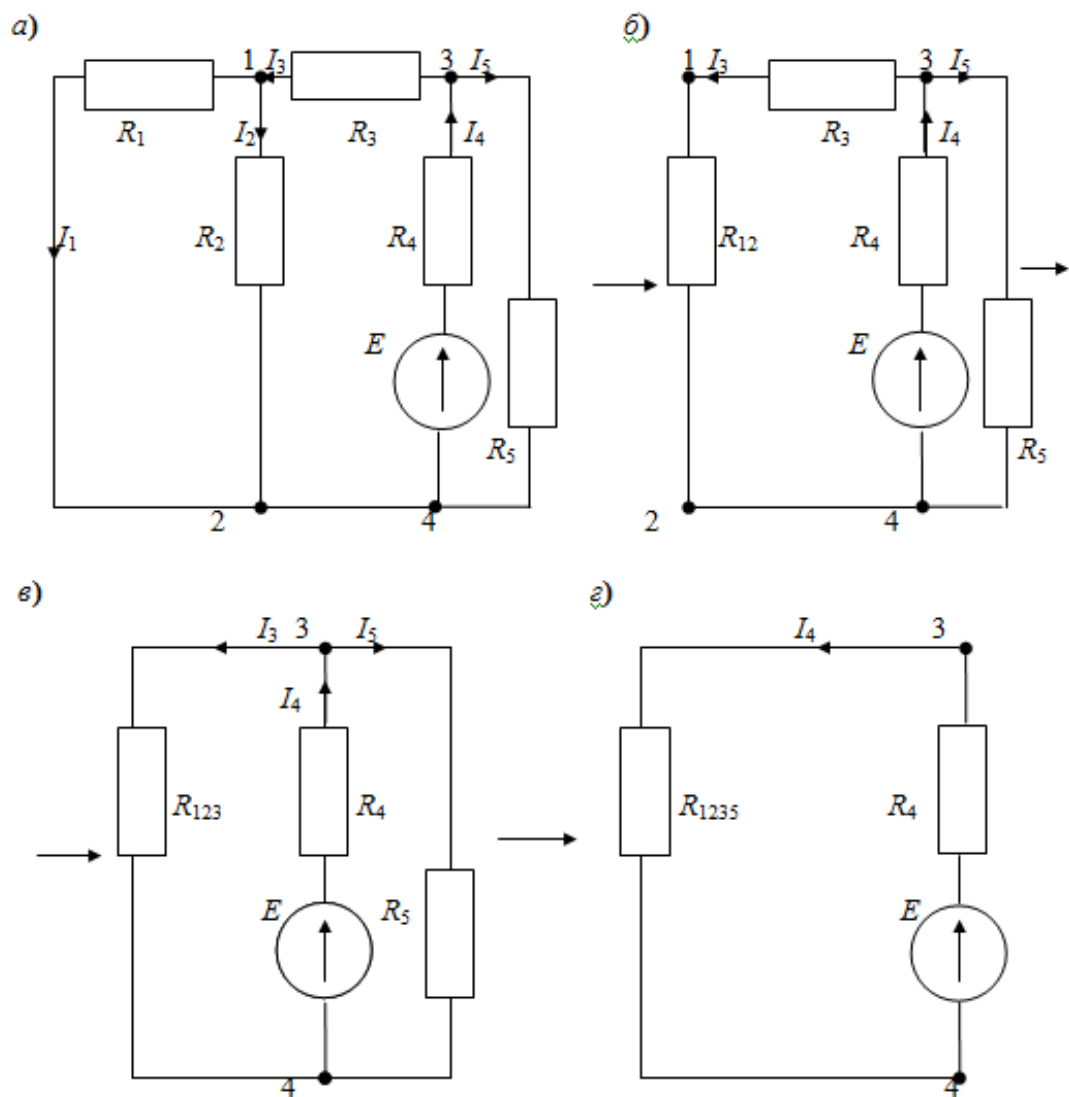

Рис. 2
2. Преобразуем поэтапно исходную схему в одноконтурную схему. Последовательность преобразований наглядно представлена на рис. 2, где
$$R_{12} = \frac{R_1 \cdot R_2}{R_1 + R_2} = \frac{4 \cdot 4}{4 + 4} = 2 \text{ Ом}; \quad (\text{рис. 2, б})$$
$$R_{123} = R_{12} + R_3 = 2 + 1 = 3 \text{ Ом}; \quad (\text{рис. 2, в})$$
$$R_{1235} = \frac{R_{123} \cdot R_5}{R_{123} + R_5} = \frac{3 \cdot 6}{3 + 6} = 2 \text{ Ом}; \quad (\text{рис. 2, г})$$
3. Определим ток I_4 и напряжение U_{34} на участке 3-4 для одноконтурной схемы (рис. 2, г).
(рис. 2, б).
Проверим полученные результаты с помощью первого закона Кирхгофа. Для узла 3 (рис. 2, а) имеем $I_4 - I_3 - I_5 = 3 - 2 - 1 = 0$ – верно.